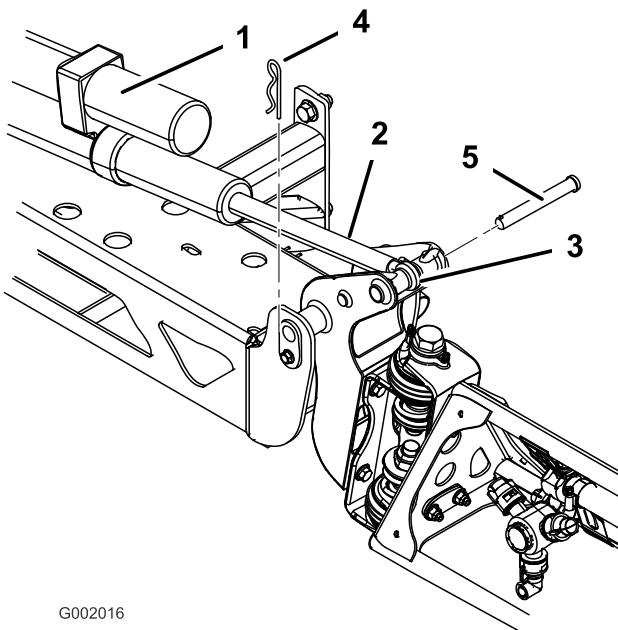

Bild 36
2. Nehmen Sie den Splint vom Lagerbolzen ab (Bild 36).
3. Heben Sie den Ausleger an und nehmen Sie den Stift ab (Bild 36). Senken Sie den Ausleger langsam auf den Boden ab.
6. Heben Sie den Ausleger an, um das Scharnier mit der Aktuatorstange auszurichten. Halten Sie den Ausleger fest und stecken Sie den Stift durch das Scharnier des Auslegers und die Aktuatorstange (Bild 36).